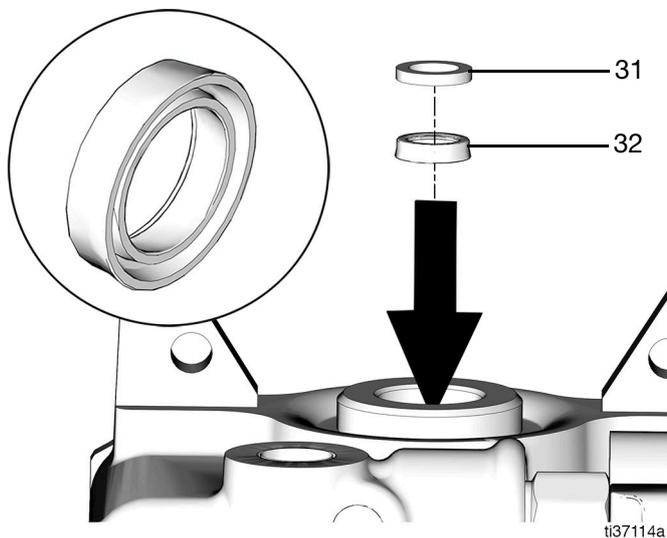

FIG. 50
1. Placer le joint du presse-étoupe (32) (coupelle en U) dans le boîtier de pompe, lèvres vers le bas (FIG. 50).
2. Placer la rondelle de bronze (31) sur le dessus du joint du presse-étoupe (32) (coupelle en U) (FIG. 50).